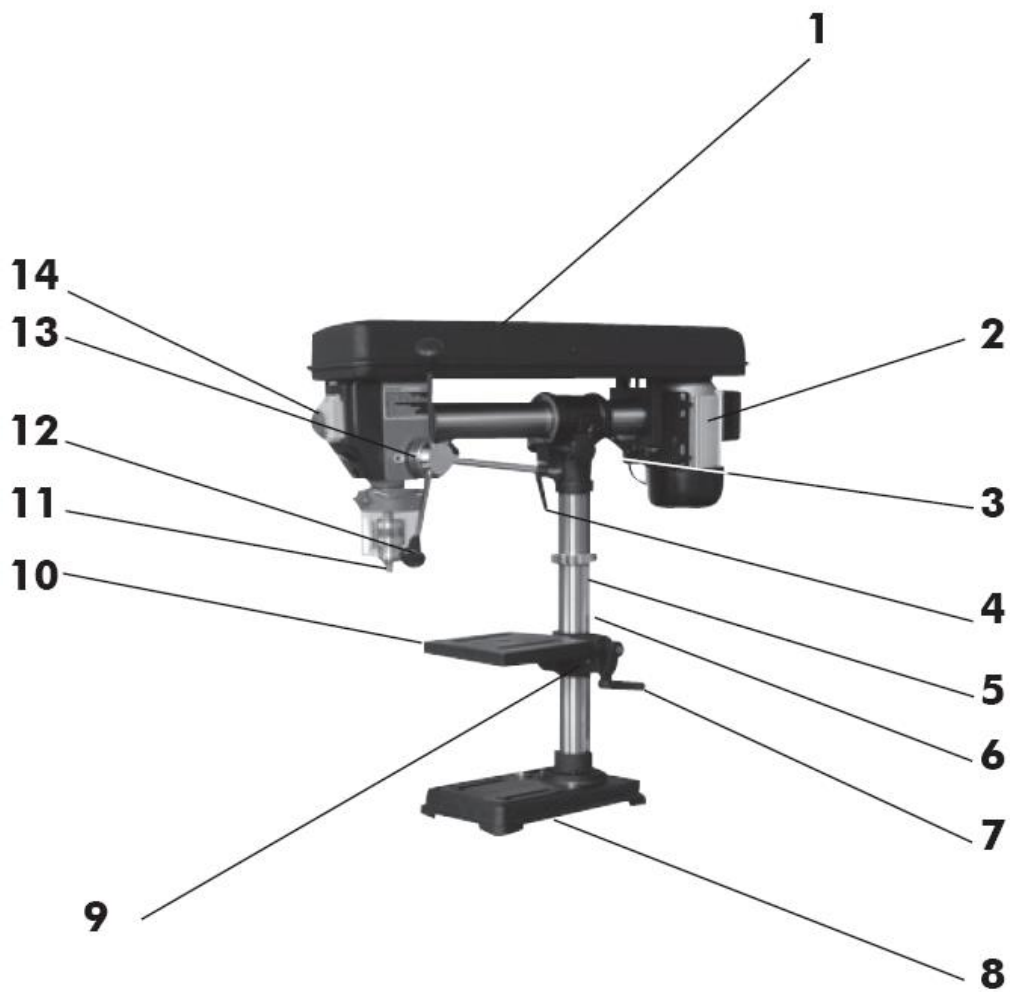

Abb. 1.2/ Fig. 1.2
23.3 Description de SB 3116RMN Fig. 1.2